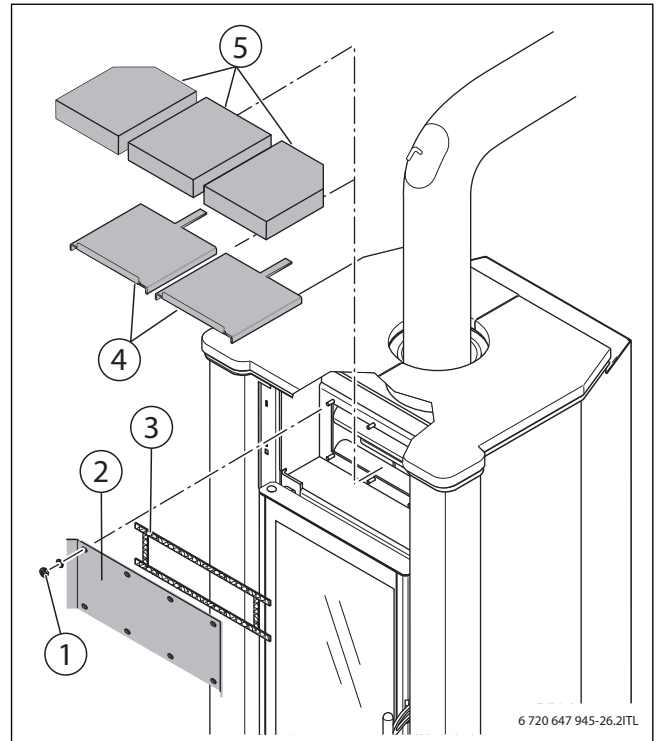

Bild 9 Prallsteine herausnehmen
- ▶ Umlenkstein, Prallsteine und Abgasumlenkbleche nach dem Reinigen wieder einlegen. Hierbei die Abgasumlenkbleche nach vorne schieben und die Prallsteine nach hinten schieben (→ Bild 9).